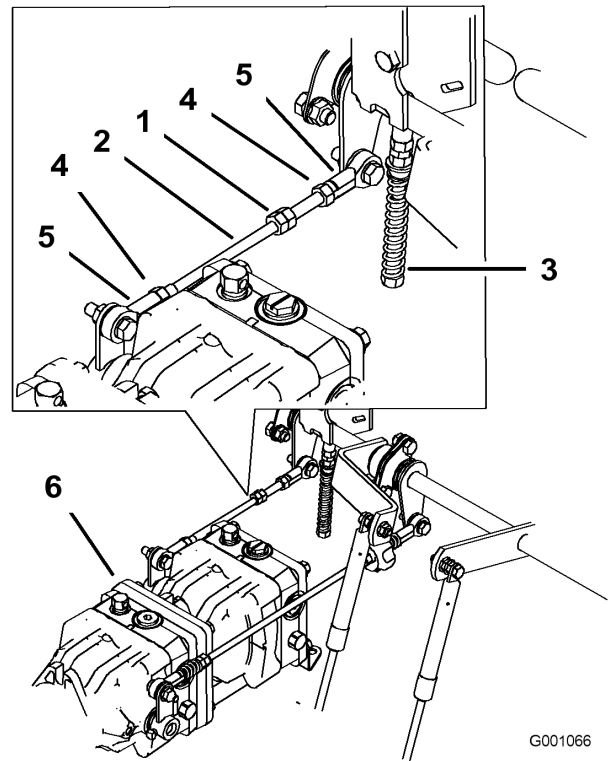

Figura 71
- Afloje las contratuercas de la articulación esférica de la varilla de control de la bomba (Figura 71).
- Ajuste la longitud de la varilla de la bomba girando las tuercas dobles de la varilla, en el sentido apropiado, hasta que la rueda quede estacionaria o se mueva muy lentamente en marcha atrás (Figura 71).
- Apriete las contratuercas de las articulaciones esféricas (Figura 71).